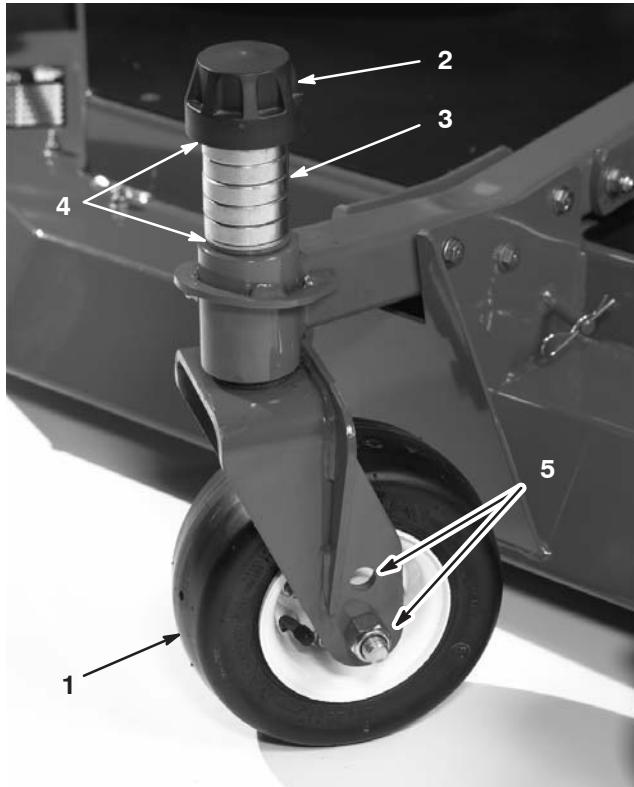

Figure 10
3. Enlevez le chapeau de tension de l'axe de pivot (Fig. 10) et sortez l'axe du bras pivotant. Replacez les 2 cales (3 mm) sur l'axe de pivot comme à l'origine. Elles sont requises pour que le plateau de coupe soit parfaitement de niveau sur toute la largeur. Placez le nombre requis d'entretoises de 13 mm (voir la table ci-dessous) sur l'axe de pivot pour obtenir la hauteur de coupe voulue, puis ajoutez la rondelle.